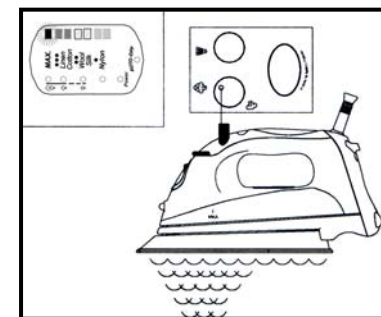

Fig. 4
3. Gire el botón para graduar el vapor completamente a la derecha. (Fig. 4)